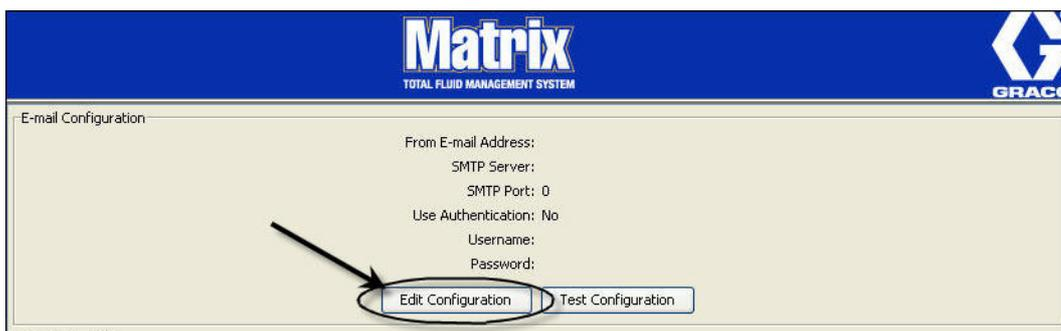

FIG. 136
1. Per impostare il sistema Matrix per notifiche e-mail o modificare la configurazione e-mail esistente, fare clic sul pulsante Edit Configuration (Modifica configurazione) (FIG. 136).